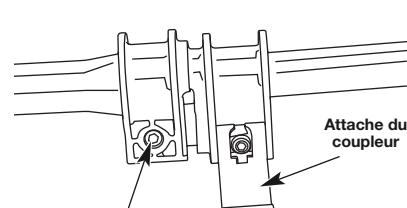

Fig. 4
4. Avec une clé Allen de 4mm, serrez le boulon du dessus jusqu'à ce que le coupleur soit bien serré et ne bouge pas sur l'arbre supérieur (Fig. 4).